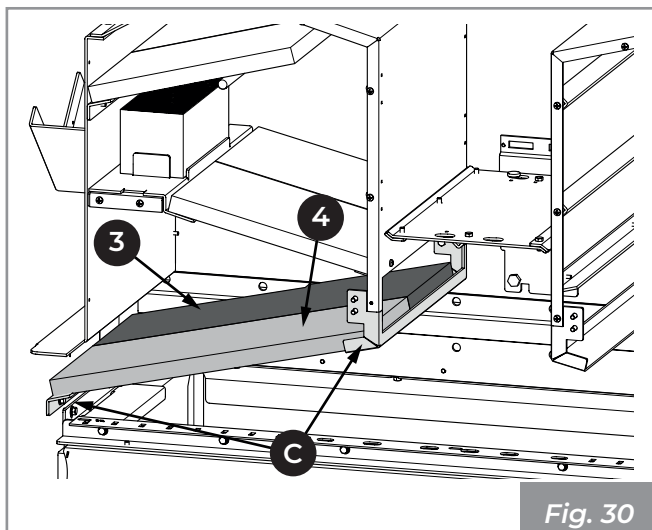

Fig. 30
- 5) Colocar los paneles (3 y 4) apoyándolos en los respectivos soportes (C) (Fig. 30).